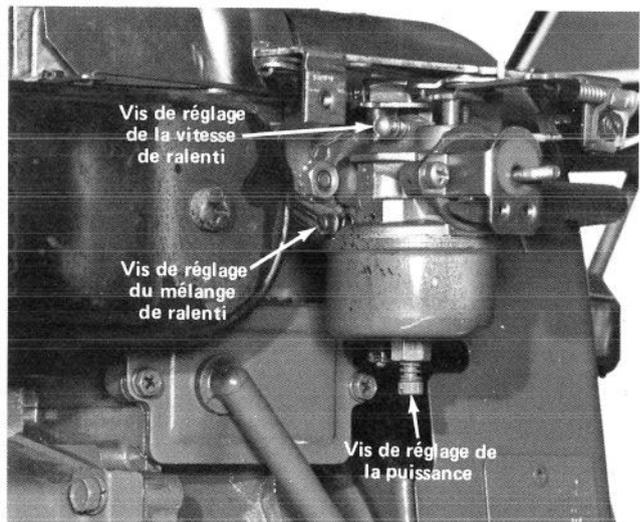

Figure 37
2. Vis de réglage de la puissance (Fig. 37) — Fermez la vis en la vissant délicatement à droite jusqu'à ce que vous sentiez une légère résistance quand le pointeau touchera son siège. Ramenez alors la vis d'un tour complet de 360°, en tournant à gauche.
3. Vis de réglage du mélange de ralenti (Fig. 37). Fermez la vis en tournant délicatement à droite jusqu'à ce que vous sentiez une légère résistance quand le pointeau touchera son siège. Ramenez alors la vis de 1-1/2 tour complet en tournant à gauche.
5. Serrez la vis de réglage de puissance (Fig. 37) en tournant à gauche de 1/8 tour à la fois, jusqu'à ce que le moteur ait des ratés à cause de la pauvreté du mélange d'essence. Tournez alors la vis à gauche de 1/8 tour à la fois jusqu'à ce que le moteur tourne de façon irrégulière par suite du mélange d'essence trop riche. Ramenez alors la vis à mi-chemin entre les deux points de mélange trop riche et de mélange trop pauvre pour que le moteur tourne en douceur.
6. Ramenez la commande des gaz à la vitesse de ralenti. Serrez alors la vis de réglage de vitesse de ralenti (Fig. 37) jusqu'à ce que le moteur tourne au ralenti accéléré, soit environ 1750 tours/minute.
7. Serrez la vis de réglage du mélange de ralenti (Fig. 37) en tournant à droite de 1/8 tour à la fois jusqu'à ce que le moteur ait des ratés à cause de la pauvreté du mélange d'essence. Desserrez alors la vis en tournant à gauche 1/8 tour à la fois jusqu'à ce que le moteur commence à marcher de façon irrégulière à cause du mélange d'essence trop riche. Ramenez alors la vis de mélange de ralenti à mi-chemin entre les deux points de mélange trop riche et de mélange trop pauvre pour que le moteur tourne en douceur.
8. Ramenez alors le réglage de la vitesse de ralenti (Fig. 37) jusqu'à ce que le moteur tourne au ralenti à 1750 tours/minute.